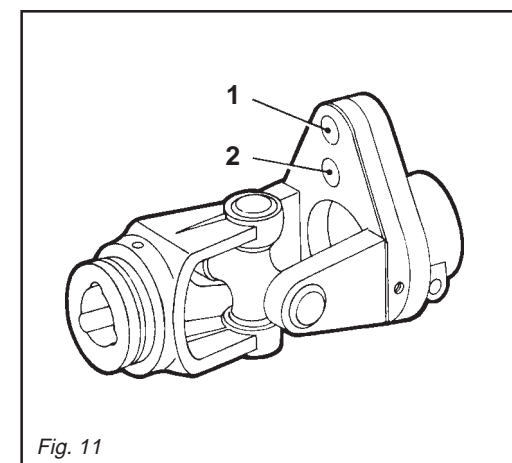

Fig. 11
Se tale bullone è inserito nel foro (2 Fig. 11) e si trancia ripetutamente, è consigliabile montarlo nel foro (1 Fig. 11).
*If the bolt, inserted in hole (2 Fig. 11), shears repeatedly, then we recommend inserting it in the hole (1 Fig. 11).*
Der Begrenzer, ins Kardangelenk eingebaut, verfügt über eine Sicherheitsmutter, die auf eine mittlere Belastung eingestellt ist. Wenn sich bei besonders widerstandskräftigen Hindernissen diese Mutter-schraube durchtrennt, muß sie durch eine neue gleicher Maße und gleichen Materials ersetzt werden. Wenn diese Mutterschraube in Öffnung (2 Abb. 11) eingefügt ist und sich wiederholt durchtrennt, raten wir sie in Öffnung (1 Abb. 11) zu montieren.
*Le limiteur engagé dans le joint de cardan, est équipé d'un boulon de sécurité pour un effort moyen. Si en présence d'obstacles particulièrement résistants ce boulon se casse, le remplacer par un boulon neuf aux mêmes dimensions et matériau. Si ce boulon est introduit dans le trou (2 Fig. 11) et se casse maintes fois, on conseille de le monter dans le trou (1 Fig. 11).*
Si, debido a obstáculos sobremanera resistentes, se tronchara el perno, hace falta que se substituya con otro nuevo que tenga dimensiones y materiales iguales. Si el perno está introducido en el agujero (2 Fig. 11) y se tronchara muchas veces, se aconseja montarlo en el agujero (1 Fig. 11).